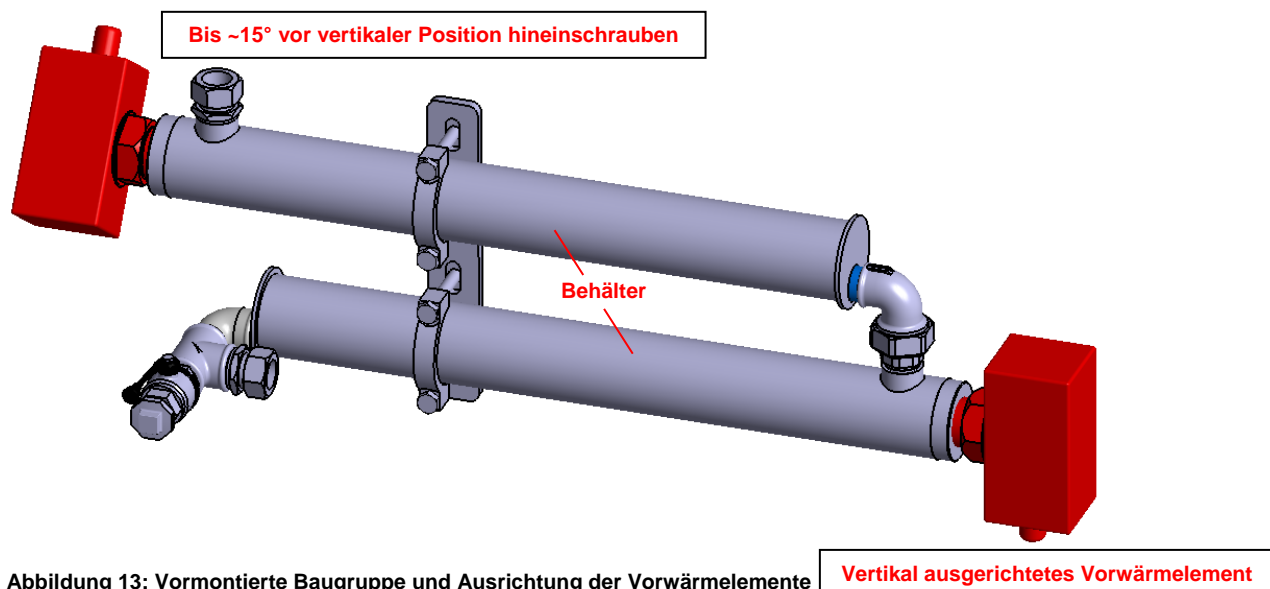

Abbildung 13: Vormontierte Baugruppe und Ausrichtung der Vorwärmelemente
- Das 1. Vorwärmelement in Abbildung 13 rechts muss vertikal ausgerichtet werden.
- Das 2. Element (Abbildung 13 links) darf nur bis ~15° vor Erreichen einer vertikalen Position hineingeschraubt werden, um eine Kollision mit dem Motorrahmen zu verhindern.